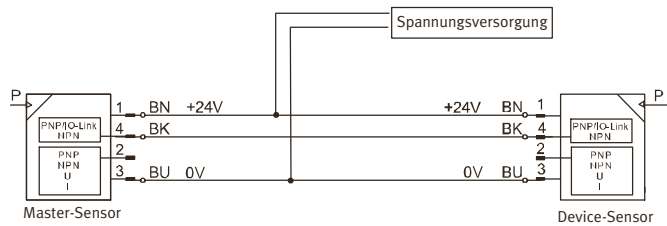

Fig. 6
- Главный датчик соединен с датчиком устройства → Fig.6.